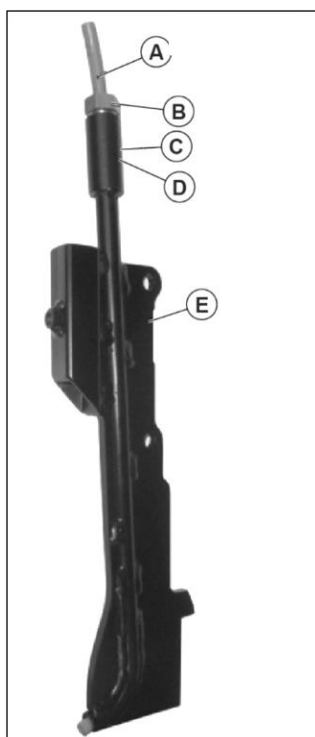

Fig. 4
1. Es necesario colocar en la estructura de la aleta (E)
2. las siguientes piezas en este orden: la junta tórica (D)
3. el espaciador (C) y el casquillo roscado (B)
Dejar el casquillo roscado levemente flojo e introducir el tubo flexible (A) hasta que salga por la parte inferior unos 5 mm aproximadamente. Sucesivamente, apretar el casquillo roscado ayudándose con una llave n° 17. El tubo quedará bloqueado por consiguiente. En la Fig. 4 se aprecia el aspecto de la aleta ensamblada correctamente. Ahora es posible colocar la aleta en la estructura del equipo.